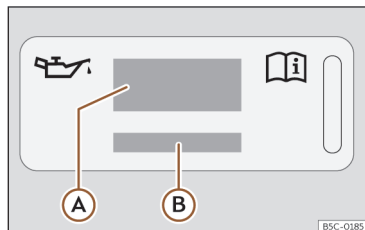

Fig. 2 No compartimento do motor: etiqueta de óleo do motor
Legenda da >>> **Fig. 2:**
Se tiver de adicionar óleo do motor, utilize um dos óleos indicados na etiqueta >>> **Fig. 2**. A etiqueta com a norma prescrita encontra-se na parte da frente do compartimento do mo-
- Se faltar a etiqueta com a especificação do óleo do motor >>> Fig. 2, contacte uma oficina especializada.